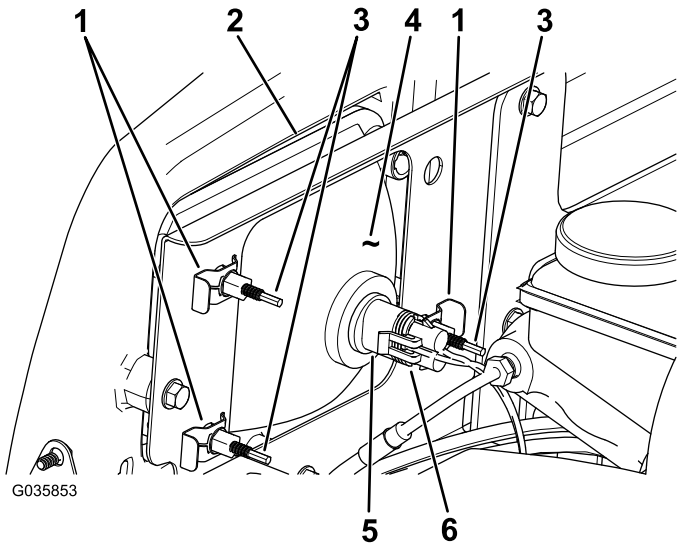

図 50
3. ランプアセンブリのコネクタから、ハーネス用のコネクタを外す **図 50**。
4. ヘッドライトをヘッドライトブラケットに固定しているスピードクリップを外す **図 50**。
5. ヘッドライトアセンブリ全体を前に押出して、前バンパーから外す **図 50**。
6. 取り付け穴に新しいヘッドライトを取り付ける **図 50**。
8. ハーネス用のコネクタを、新しいランプアセンブリのコネクタに接続する **図 50**。
2. ヘッドライトアセンブリの裏側部分にある調整ねじ **図 50**を回してヘッドライトアセンブリの角度を変えてビームの方向を調整する。